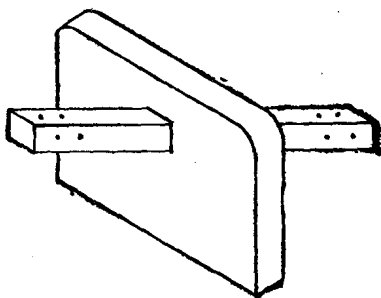

图 1-5 榘勒子
(8) 榘勒子 榘勒子是线勒子的进一步改革与完善，见图 1-5，它是榘头、卯孔画线的专用工具。在方形的勒子杆上装有 16 个小刀尖，能同时做八种卯榘宽度的划线，使用起来比线勒子还要方便。